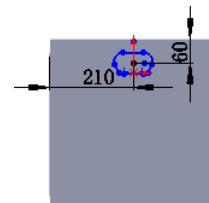

图 17.12.39 草图（一）
(4) 编辑草图（一），如图 17.12.39 所示。退出草图环境，完成成形特征 1 的创建。